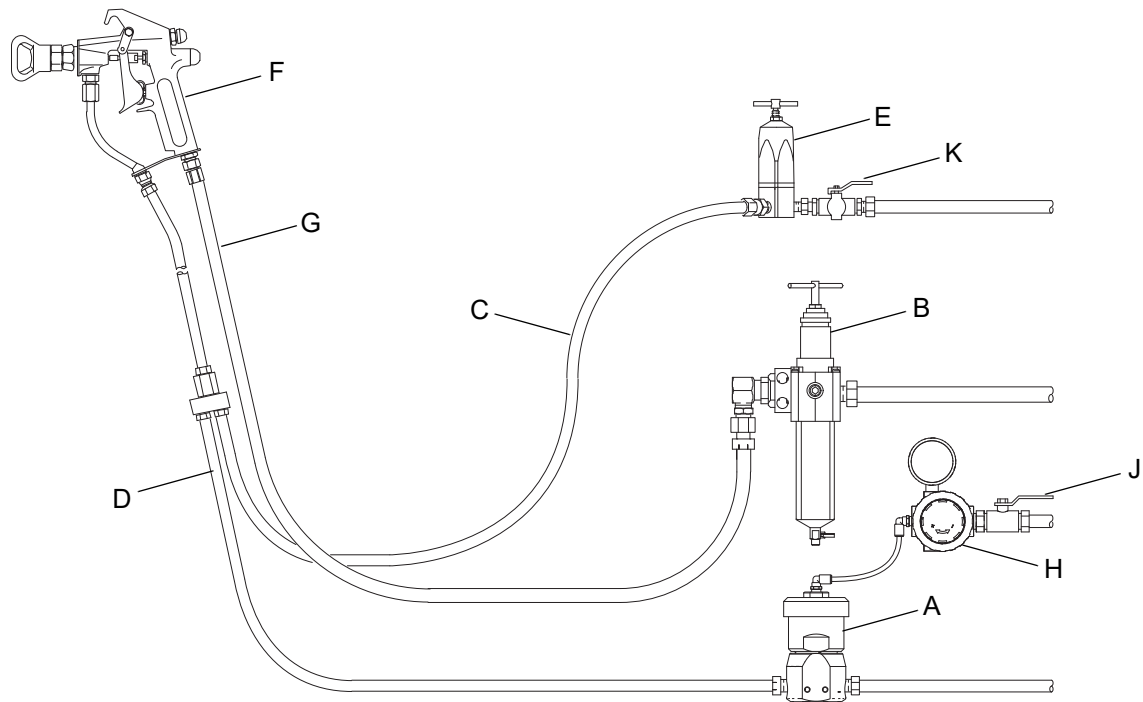

ABB. 1: Typische Installation: Einzelne Zirkulationsspritzstation
Die in Abb. 1 gezeigte typische Installation ist nur eine Richtlinie für die Auslegung eines Systems. Für Hilfe bei der Auslegung eines Systems, das Ihren Bedürfnissen entspricht, wenden Sie sich an Ihren Graco-Händler.
1. Den Gegendruckregler (BPR) (A) in der Materialrückleitung (D) oder in der Rückleitung des Zirkulationssystems installieren. Siehe ABB. 1. Vergewissern Sie sich, dass das BPR sicher in einem starren Rohrleitungssystem installiert ist. Bei Verwendung von flexiblen Materialleitungen sollten die beiden 1/4 - 20-Gewindebohrungen an der Seite des Reglers zur sicheren Befestigung des Reglers verwendet werden.
2. Das BPR (A) hat einen 3/8-Zoll-Einlassanschluss und einen 1/4-Zoll-Manometeranschluss. (Der Manometeranschluss kann als optionaler Einlassanschluss für Anwendungen mit geringem Durchfluss verwendet werden). Die beiden Ausgangsanschlüsse sind 3/8 Zoll npt.